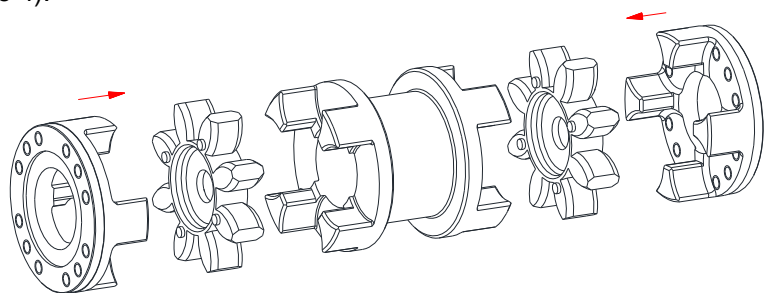

Bild 9: Montage der Mitnehmerflansche, Zahnkränze und DKM-Mittelstück
- Stecken Sie die Mitnehmerflansche, die Zahnkränze und das DKM-Mittelstück spez. zusammen (siehe Bild 9).